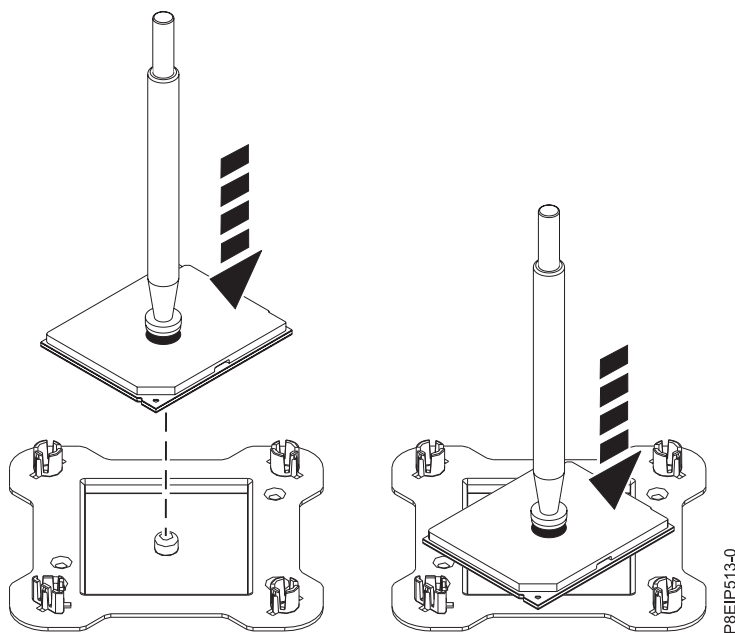

Figure 67. Positionnement du processeur en biais sur le couvercle de l'emballage
9. En maintenant le stylet d'aspiration, ôtez le stylet et le module processeur système du connecteur. Placez-les en biais sur le couvercle de l'emballage du module processeur système, comme illustré dans la figure 67. Le fait de placer le module processeur système en biais sur le couvercle de l'emballage du module processeur système facilitera la prise et le positionnement dans l'emballage une fois que le module processeur système aura été remplacé.